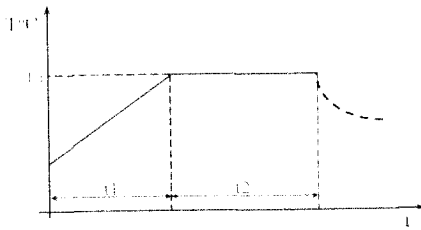

Рисунок 1.1 - Кривая нагрева
- формирование программного задания в виде произвольной кусочно-линейной функции времени, состоящей из 2 участков (Рисунок 1.1):